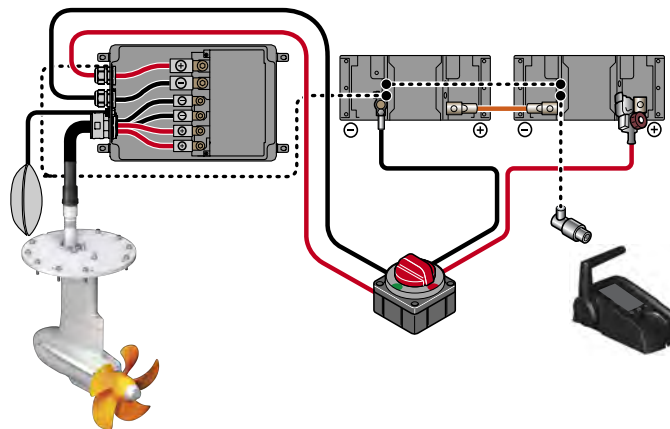

Fig. 18: Strømskema Power 26-104
2. Tilslut de resterende kabler til batterierne, se **"Fig. 18: Strømskema Power 26-104"**.